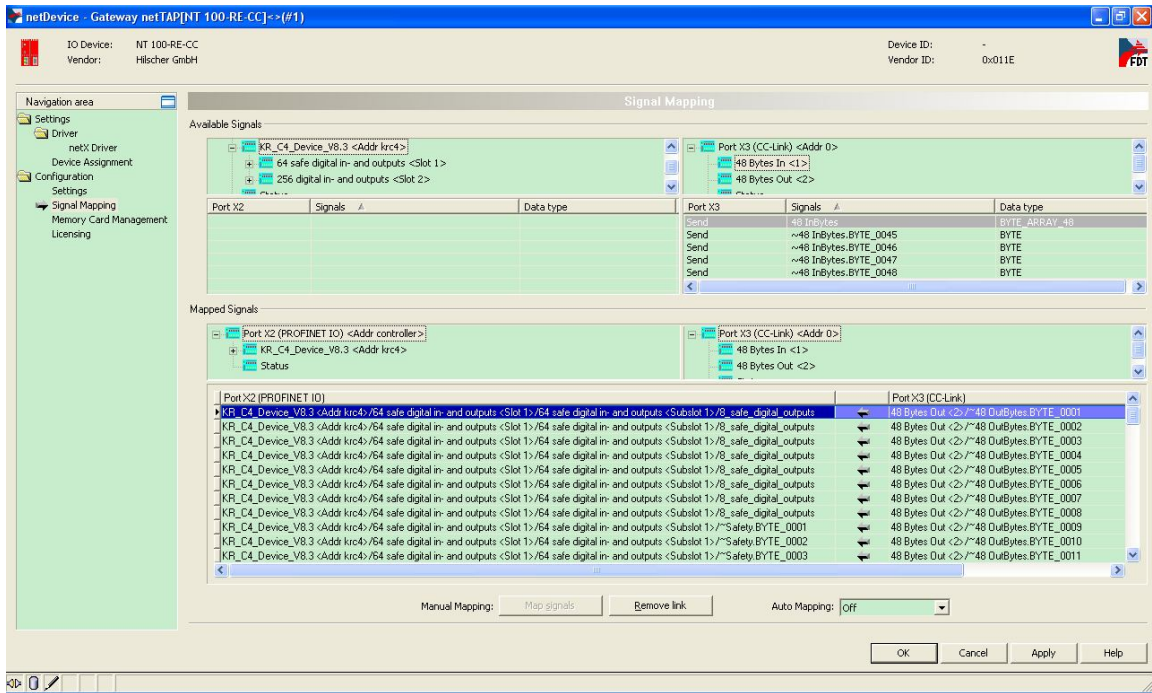

图 20
(20) 双击 NT100 图标，在弹出的对话框左侧的导航区，选择 **Signal Mapping** 进行数据映射。数据映射的规则是总是先选择 **Receive** 的数据，再选择 **Send** 的数据，单击 **Map** 按钮完成一条映射。**Receive** 的方向是网关上某一个接口接收数据，**Send** 的方向是网关上另一个接口发送数据。可以通过 **Ctrl** 键或 **Shift** 键选中多个 **Receive** 数据。映射完成如图 20 所示。